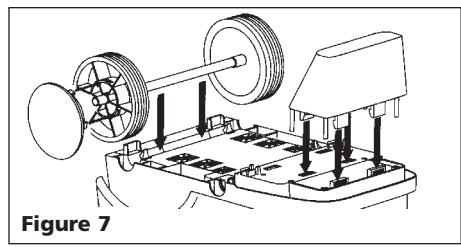

Figure 7
6. Glisser les roues à l'écart et tapper l'arbre en place sur le dessous du corps (Figure 7).
8. Fixer le pied à l'avant du corps du pulvérisateur de lavage (Figure 7).